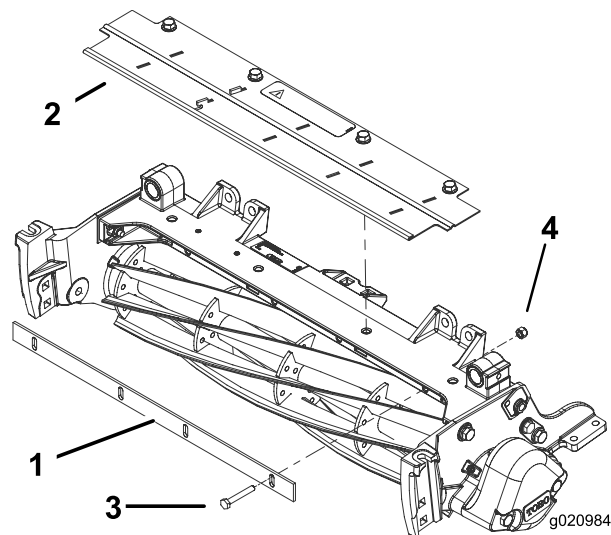

Figura 7
3. Apriete los pernos y las contratuercas (Figura 7).
1. Monte provisionalmente la barra de corte en el bastidor de la unidad de corte con 4 pernos (1/4 x 1-3/4 pulgadas) y 4 contratuercas (1/4 pulgada) (Figura 7).